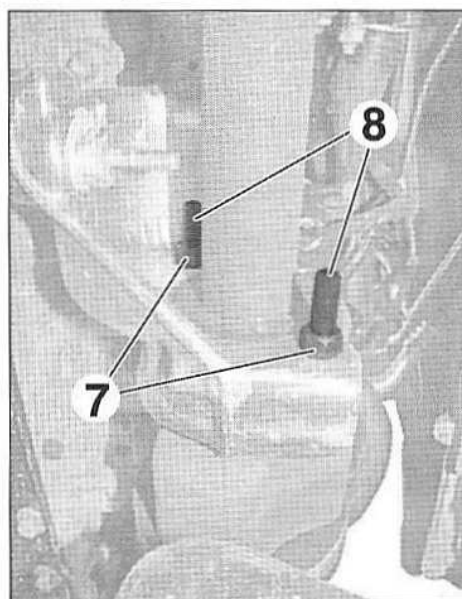

FIG.7
- Desserrer les écrous (7) (Fig.7).
- Tourner les vis (8) pour dégager leurs têtes excentriques du logement de roulement.